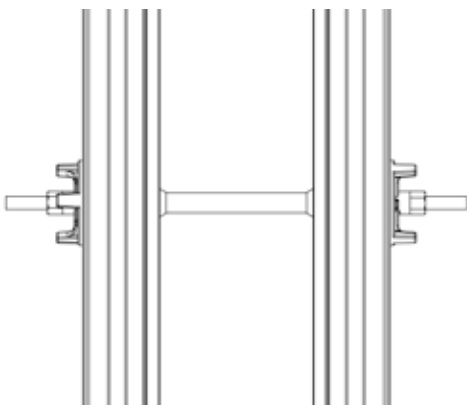

Fig. 13 : Entretoise plastique (Réf. 432000)
- le tube PVC coupé à la dimension dans lequel vient s'emmancher les cônes plastiques. (figure 13)